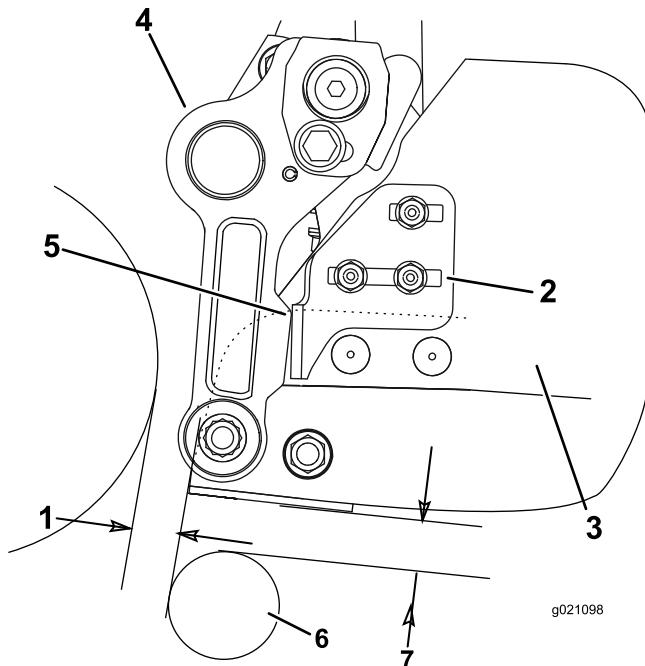

図 10
- ・ バスケットの左右各側で、ブラケットトップ・ブラケットをバスケットに固定しているキャリッジボルトのナットをゆるめる（図 10）。
- ・ バスケットの位置を調整する；カッティングユニットに対してバスケットが平行であり、リールからバスケットのリップまでの距離が少なくとも 6 mm あるように調整する（図 10）。